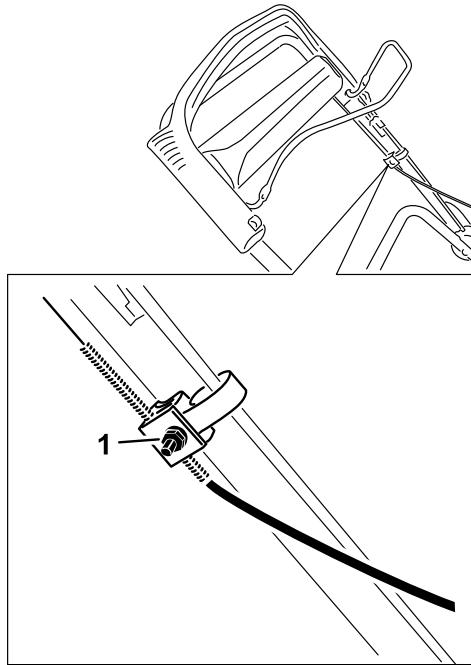

Рисунок 26
- Ослабьте болт на хомуте тросика (Рисунок 26).